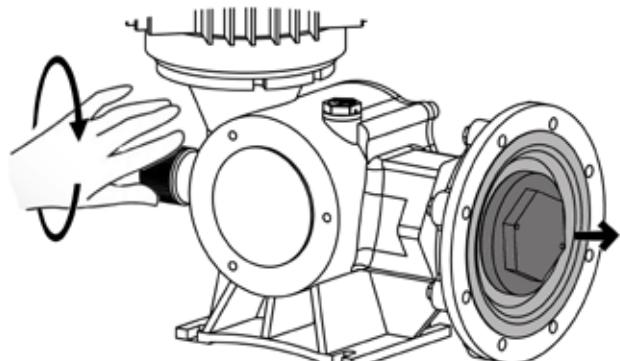

图 7
- 取下泵头后保存好泵头螺丝及螺母，将冲程调节杆旋至 0% 位置，此时膜片组件会被顶起并与过渡分离。（如图 7）